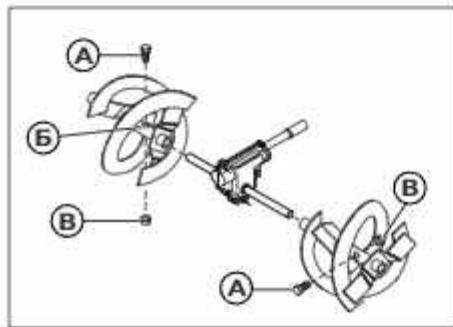

Рис. 42
4. Выровняйте отверстия для болтов. Вставьте новые срезные штифты (рис. 42, поз. А) через вал шнека (рис. 42, поз. Б). Вставьте защелки (рис. 42, поз. В) в отверстия срезных штифтов.